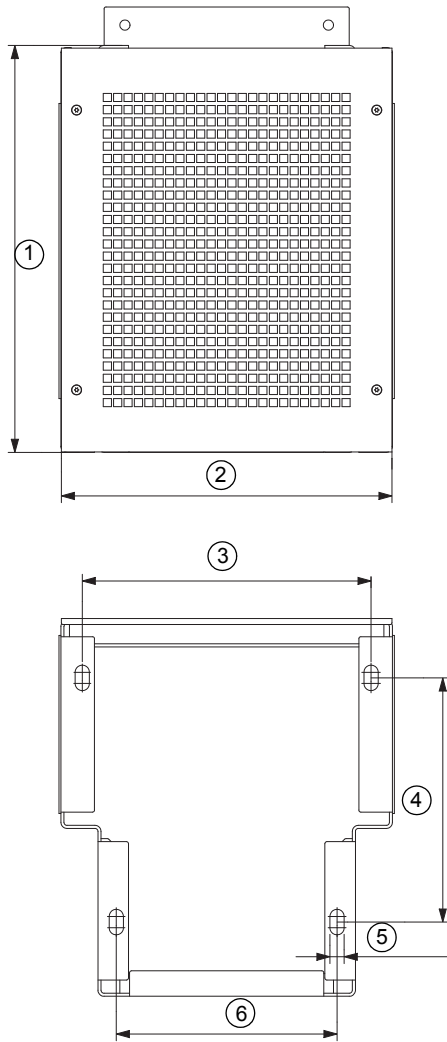

Fig. 6 Plantilla de taladrado para el pedestal
1. Marque los orificios de instalación en el suelo. Consulte la fig. 6.